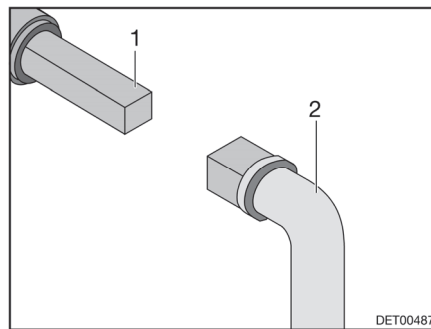

Fig. 143 Manejo del grifo para la eliminación de aguas residuales
- Insertar la llave (Fig. 143,2) en el cuadrado (Fig. 143,1).